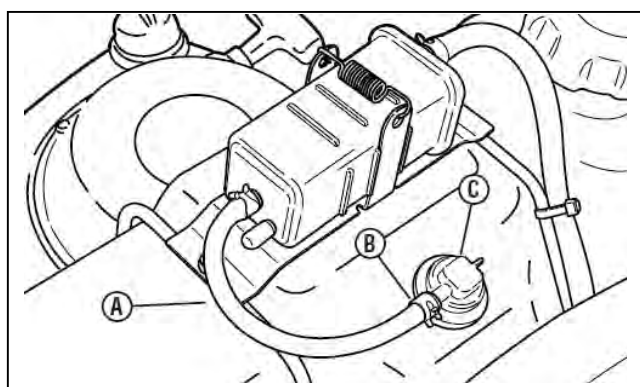

図 1-7
- C. ホースクランプ(図 1-7 の B)をベントホース(A)の端から 20mm ほどまで差し込みます。ベントホースをタンクの上にあるベント口(C)に差し込みます。クランプをホースの先端(B)で固定します。